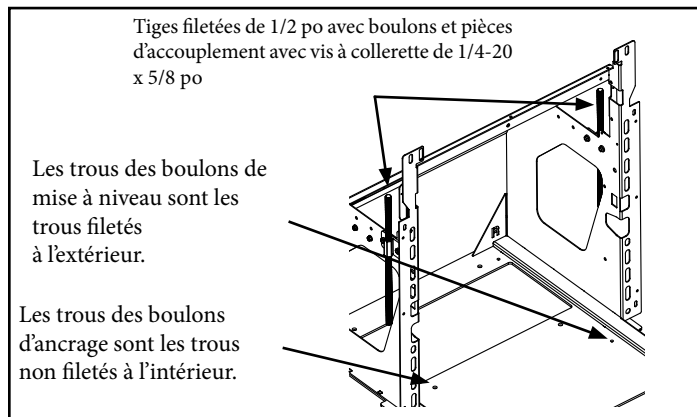

Figure 5.12
Alors que l'encadrement est bien fixé, installez les pièces d'accouplement avec tige filetée sur le cadre, dans les trous qui conviennent à vos besoins, avec les (4) écrous et vis à collerette de 1/4-20 x 5/8 et les tiges filetées de 1/2 po. Installez les (4) boulons de mise à niveau de 5/16 po-18 dans les trous filetés du panneau inférieur du cadre de montage. Installez le cadre de montage dans l'ouverture dans le mur et réglez ces boulons pour mettre le cadre niveau. (**Remarque :** Il se peut que vous n'ayez pas besoin des 4 boulons de mise à niveau.) Serrez les tiges filetées de 1/2 po contre le linteau. Voir la figure 5.12.